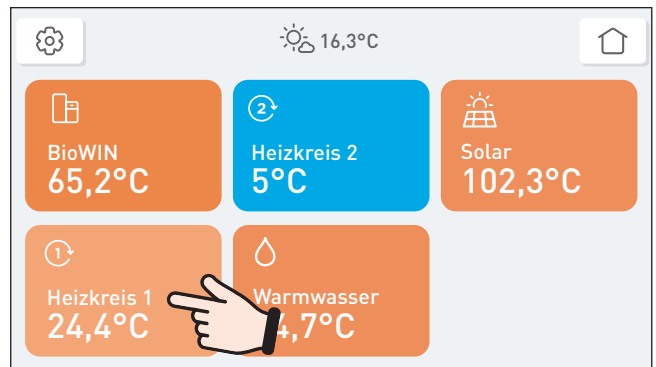

Fig. 16 Hauptmenü
- ▶ Im Hauptmenü auf den gewünschten Heizkreis drücken – Fig. 16.